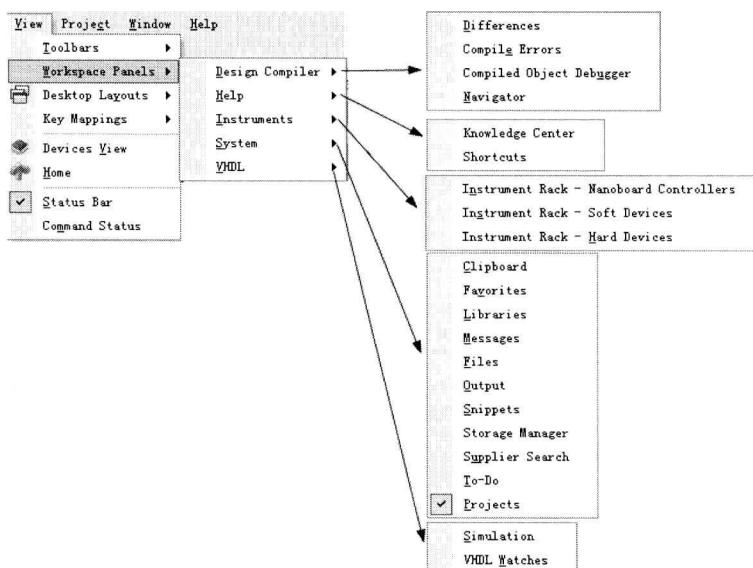

图 1-8 “Workspace Panels”级联菜单
- ◆ “Workspace Panels”（工作窗口面板）命令：用于控制工作窗口面板的打开与关闭，如图 1-8 所示。